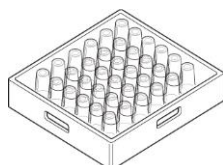

Fig.18
- 2- Placer les tasses et les verres retournés vers le bas. (Fig.18)